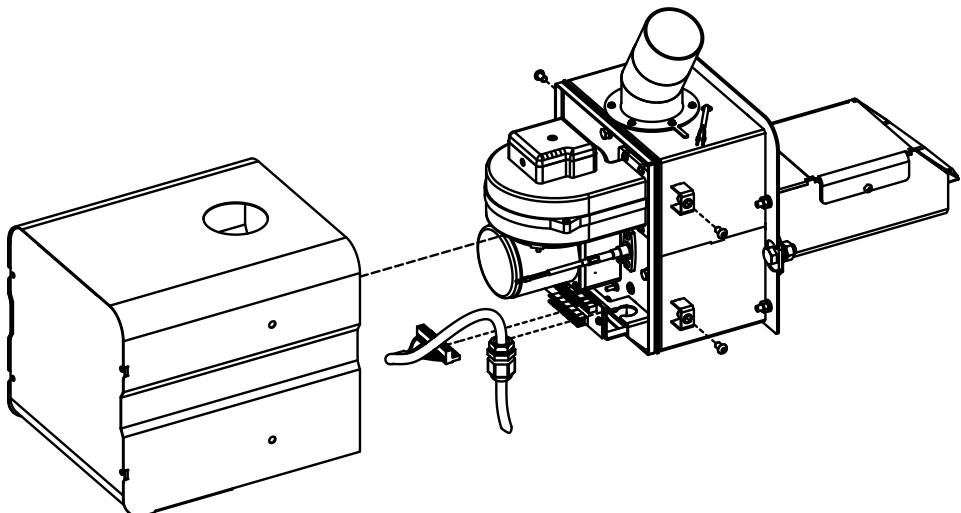

Рис. 13 Подключение кабеля управления к приставной пеллетной горелке
6.4.2. Подключение пеллетной горелки к пульту управления осуществляется с помощью кабеля с разъемом, см. (Рис.13). Для подключения горелки отвинтите крепежные винты и снимите кожух горелки. Далее необходимо сальник, имеющийся на кабеле установить в специальный кронштейн на корпусе горелки и зафиксировать его гайкой. После этого разъем XS1 присоединить к ответной части на плате коммутации.